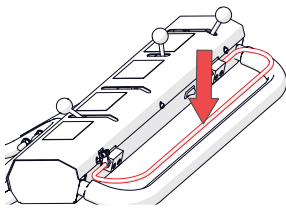

Abb. 14A - Sicherheitsbügel drücken.
4. Den Sicherheitsbügel drücken (Abb. 14A).